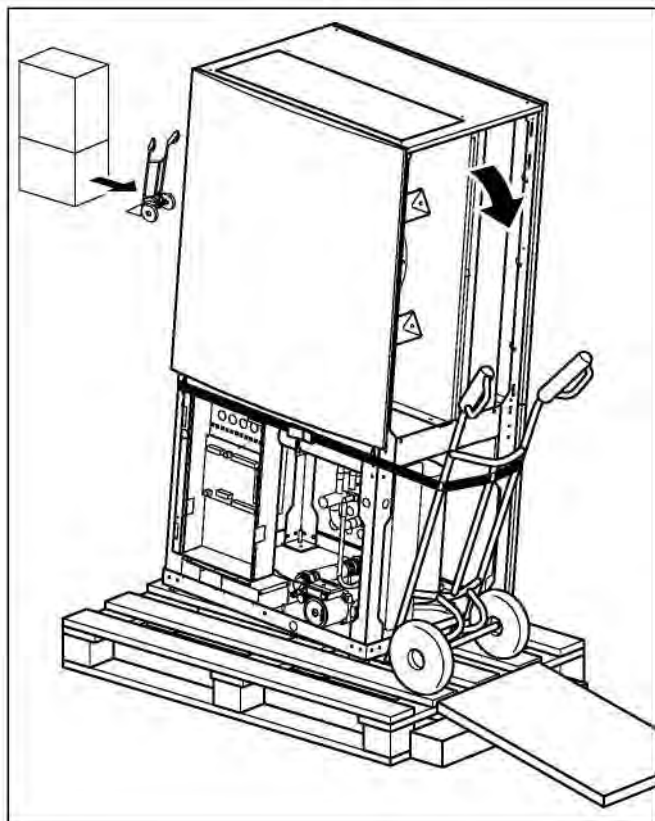

Рис. 4.8 Транспортировка на тележке
- подгонять тележку только к **правой** стороне теплового насоса, так как в этом случае наиболее благоприятное распределение веса (см. рис. 4.8).